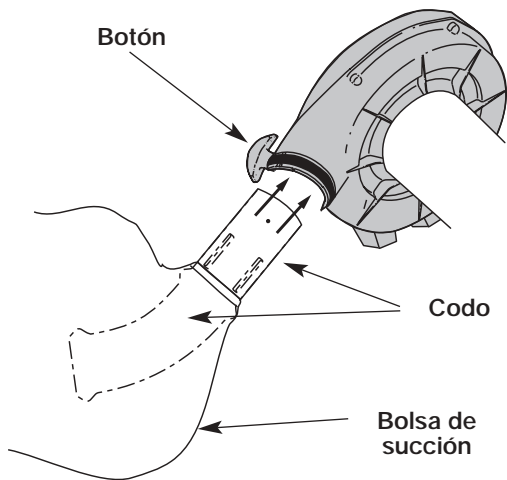

Fig. 1
3. Instale el codo de la bolsa y apriete el botón. (Fig. 1)